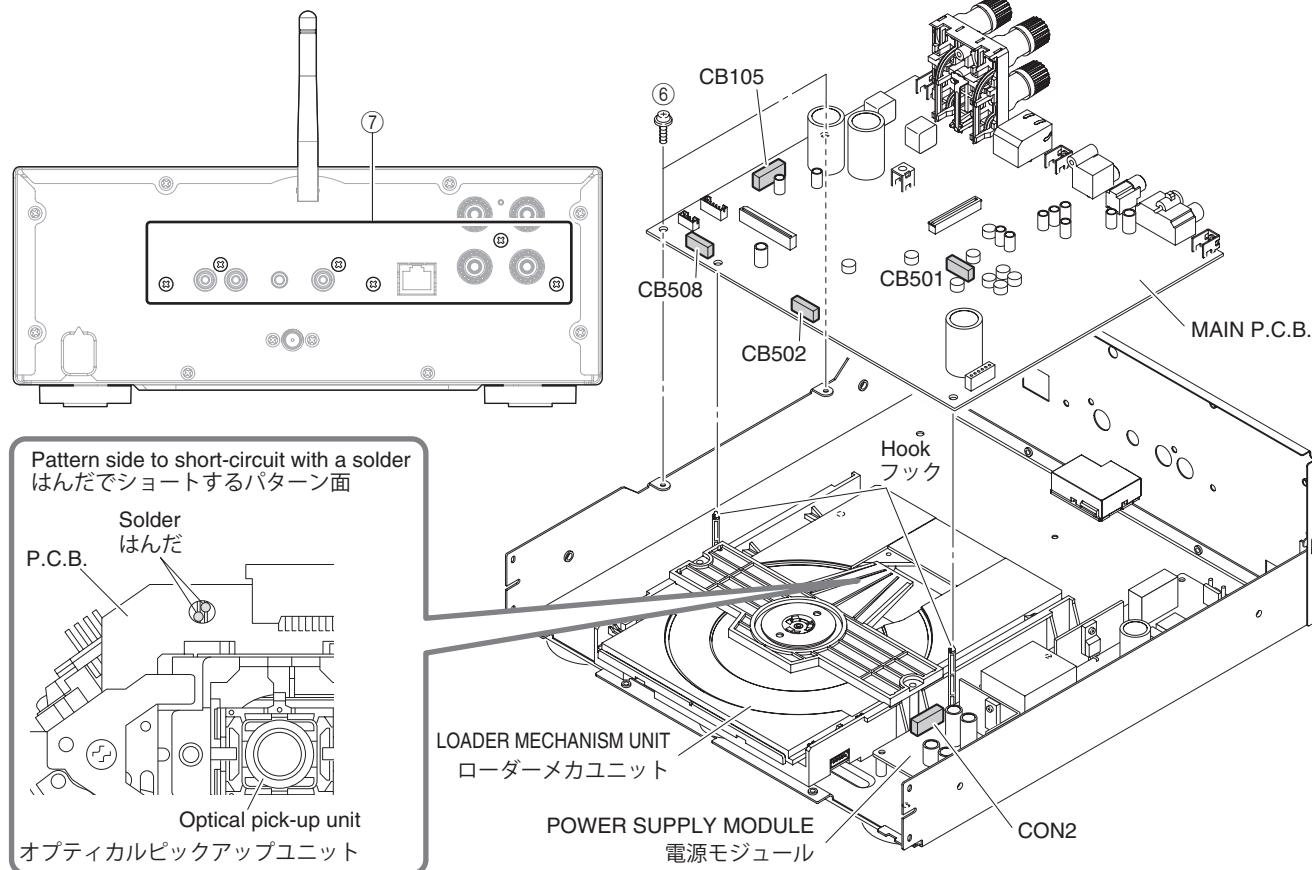

Fig. 5
### 3. Removal of MAIN P.C.B. (Fig. 5)
- Remove 2 screws ⑥ and 6 screws ⑦.
- Using the anti-static soldering iron, short between terminals on the optical pick-up unit P.C.B. included in the LOADER MECHANISM UNIT. (Fig. 5)
### 3. MAIN P.C.B. の外し方 (Fig. 5)
- ⑥のネジ 2 本、⑦のネジ 6 本を外します。
- ローダーメカユニット内 (Fig. 5) にあるオプティカルピックアップユニットの P.C.B. 上の端子間を静電気対策はんだこてを使用してショートします。